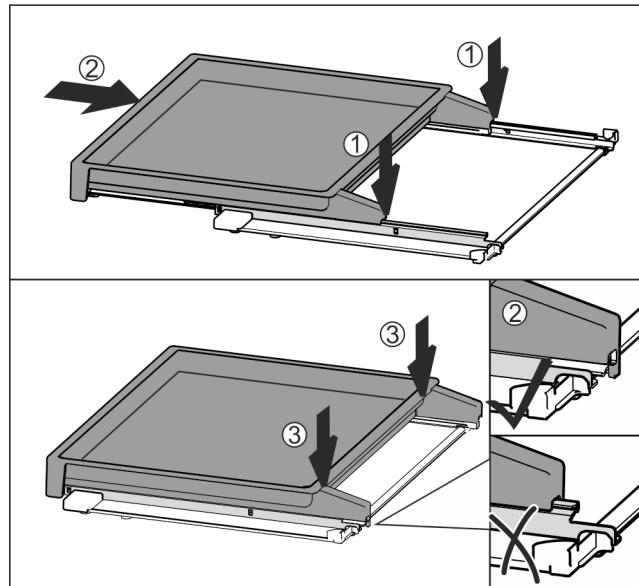

Fig. 79
- Položite jo na sredino tirnic Fig. 79 (1).
- Izvlečno polico v celoti potisnite noter Fig. 79 (2).
- Pritisnite na zadnji strani, da se slišno zaskoči Fig. 79 (3).